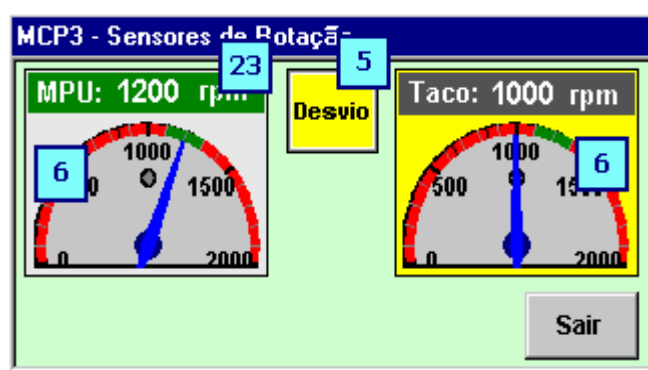

Figura 1.162. Rotação do motor
- Rotação do motor (rpm). Acessando a janela de detalhes(figura 1.162):